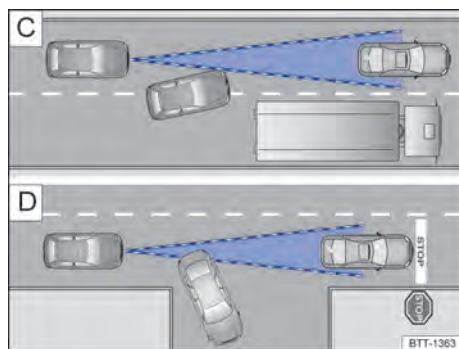

Fig. 101 (C) Mudança de faixa. (D) Veículo virando ou parado.
Por exemplo, se um veículo detectado pelo ACC virar ou mudar de faixa, e se houver um veículo parado à frente deste veículo, o ACC não reagirá ao veículo parado → Fig. 101 D.
- Veículos que mudam para a faixa onde você se encontra com pouca distância do veículo → Fig. 101 C.